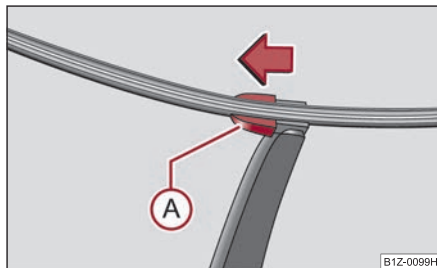

Fig. 72 Escobilla de la luneta posterior
- Separar el brazo de la escobilla del cristal y colocar la escobilla en posición perpendicular al brazo ⇒ fig. 72.
- Con la otra mano, desenclavar el seguro (A) en el sentido de la flecha y sacar la escobilla.